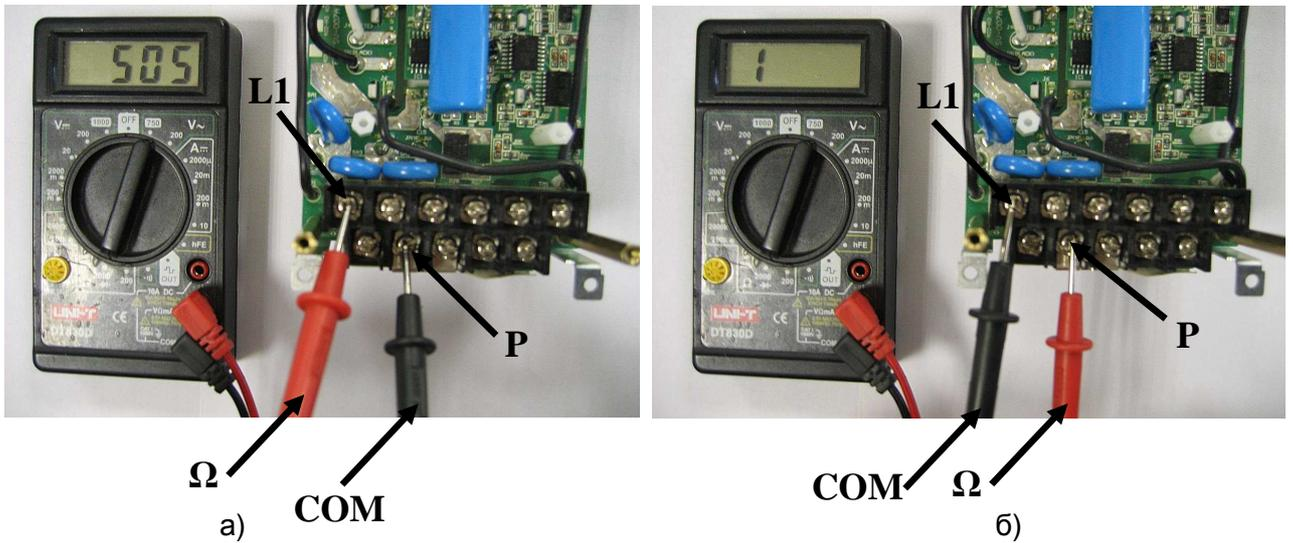

Рис.4.5. Проверка входных силовых цепей относительно клеммы P
- 4.7.4. Проверить цепь P-L1, как показано на рис. 4.5. При исправной матрице цепь «звонится» как диод (при прямой проводимости показания прибора 200.....1000, рис. 4.5.а, при обратной проводимости – «Обрыв цепи», рис. 4.5.б).